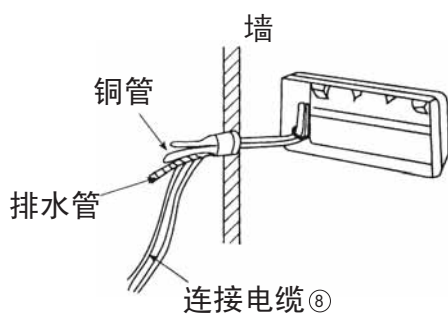

图16
- (1) 将已整理好的连接电缆、排水管与铜管一起从墙上的预孔穿出。（图16）